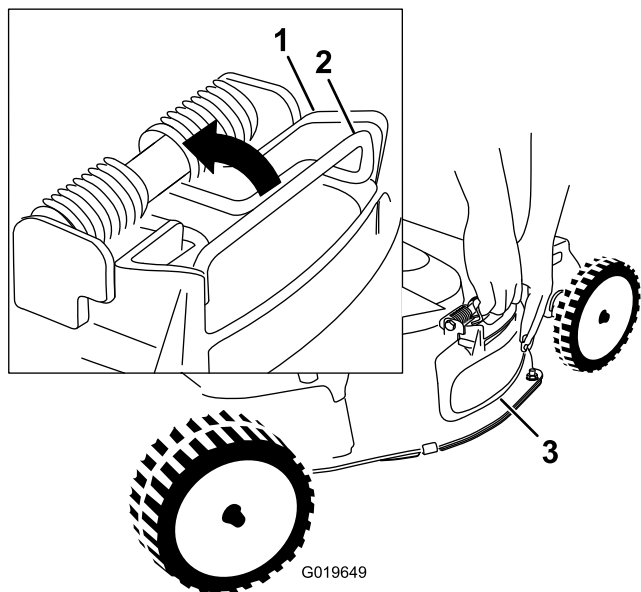

Figura 24
- Retire el deflector de descarga lateral tirando hacia arriba del muelle que sujeta el deflector en su sitio y retirando el deflector (Figura 24).